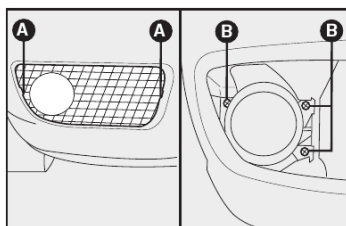

fig. 25
FARÓIS DE NEBLINA - fig. 25
- 1) retirar a grade com uma chave de fenda nos pontos indicados em **A-fig. 25**;
- 2) retirar os parafusos indicados por **B-fig. 25**;